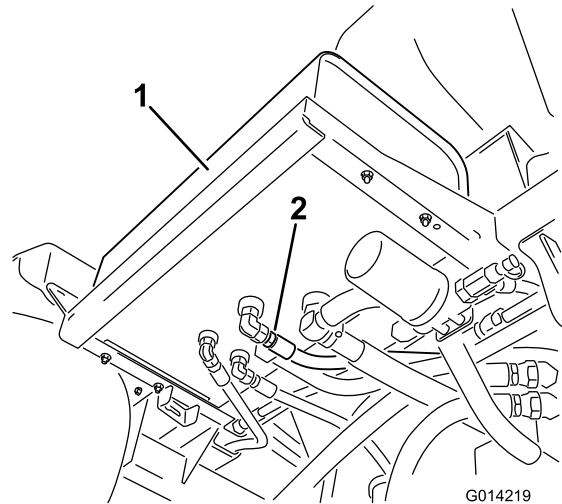

Bild 143
2. Reinigen Sie den Bereich um ein Hydraulikschlauch-Anschlussstück unten am Hydraulikölbehälter (Bild 143).
4. Nehmen Sie das Schlauch-Anschlussstück vom Behälter ab und lassen das Öl in die Wanne laufen (Bild 143).